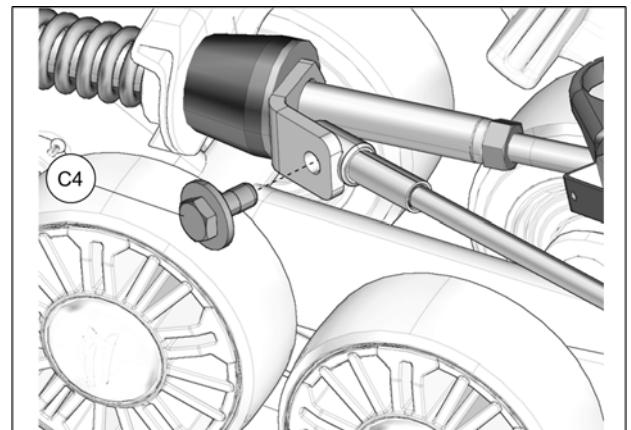

Fig. 24
15. Reverse steering wheel a little to be able to bolt support plate and cable together. Tighten provided bolt (C4) to 35 N•m [24 lb•ft]. See Fig. 24. Repeat steps on right side.
15. Tourner légèrement le volant dans le sens contraire jusqu'à ce que le câble puisse être fixé à la plaque de support en utilisant le boulon (C4) fourni. Serrer à un couple de 35 N•m [24 lb•pi]. Voir la Fig. 24. Effectuer le même exercice du côté droit.